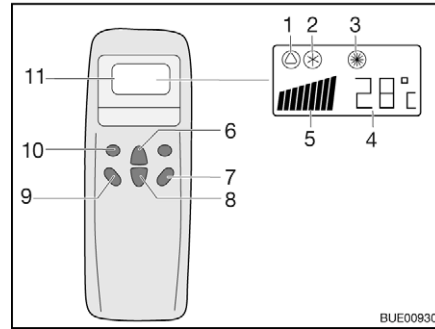
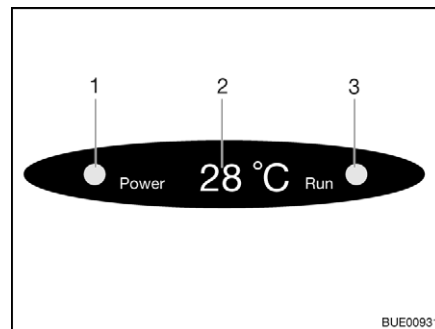

Fig. 147 Telecomando
Fig. 148 Display su diffusore
- Premere il tasto "ON/OFF" (Fig. 147,7).
- Premere il tasto "Mode" (Fig. 147,10) spesso, finché la modalità desiderata (Fig. 147,1, 2 o 3) viene visualizzata sul display. La spia di controllo relativa sul display sul diffusore (Fig. 148,3) si accende.
- Con i tasti di aumento della temperatura (Fig. 147,6) o di riduzione della temperatura (Fig. 147,8) regolare la temperatura desiderata.
- Con il tasto numero di giri ventola (Fig. 147,9) selezionare il livello desiderato per la ventola.